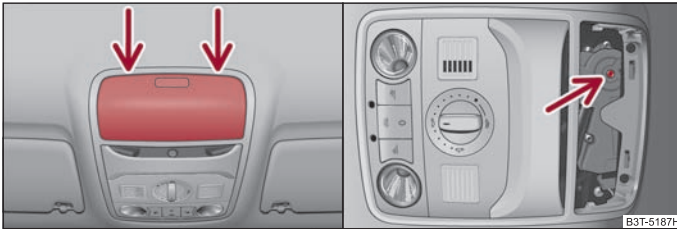

Fig. 42 Imagine din plafon: Punct de amplasare a șurubelniței/ Acționarea în caz de urgență
- Așezați o șurubelniță cu capătul plat în partea din spate a capacului mecanismului electric ⇒ fig. 42 - stânga.
- Introduceți o cheie hexagonală nr. 4, până la limită, în orificiu, și închideți sau deschideți trapa rabatabilă/ glisantă ⇒ fig. 42 - dreapta.